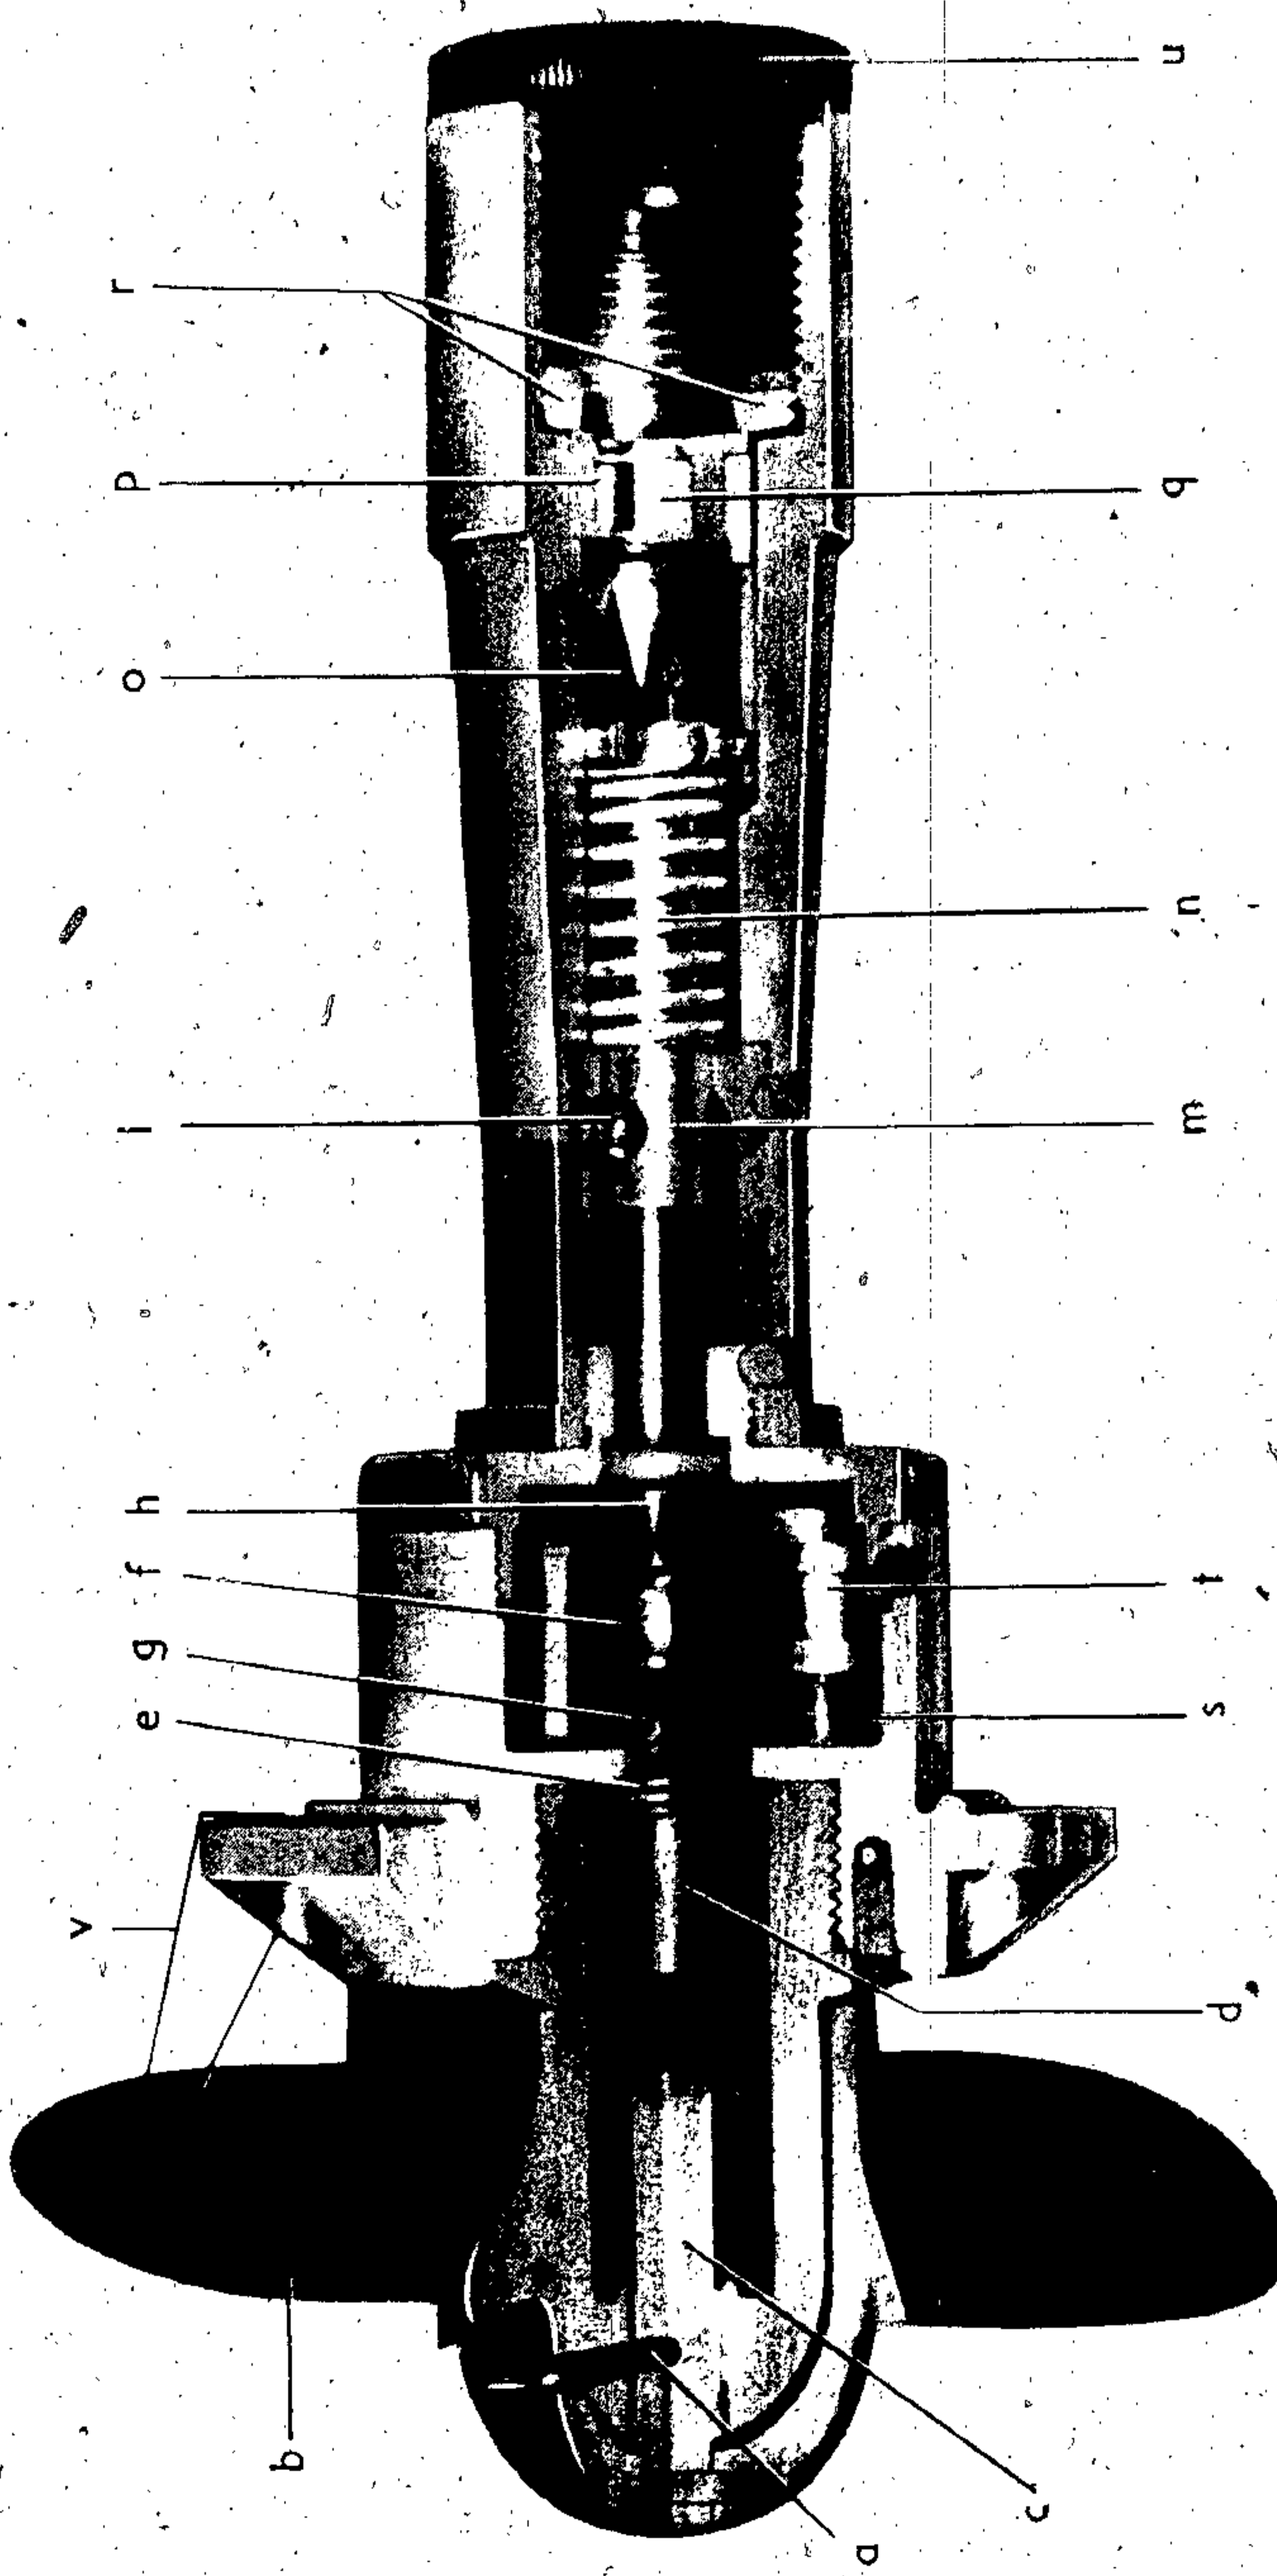
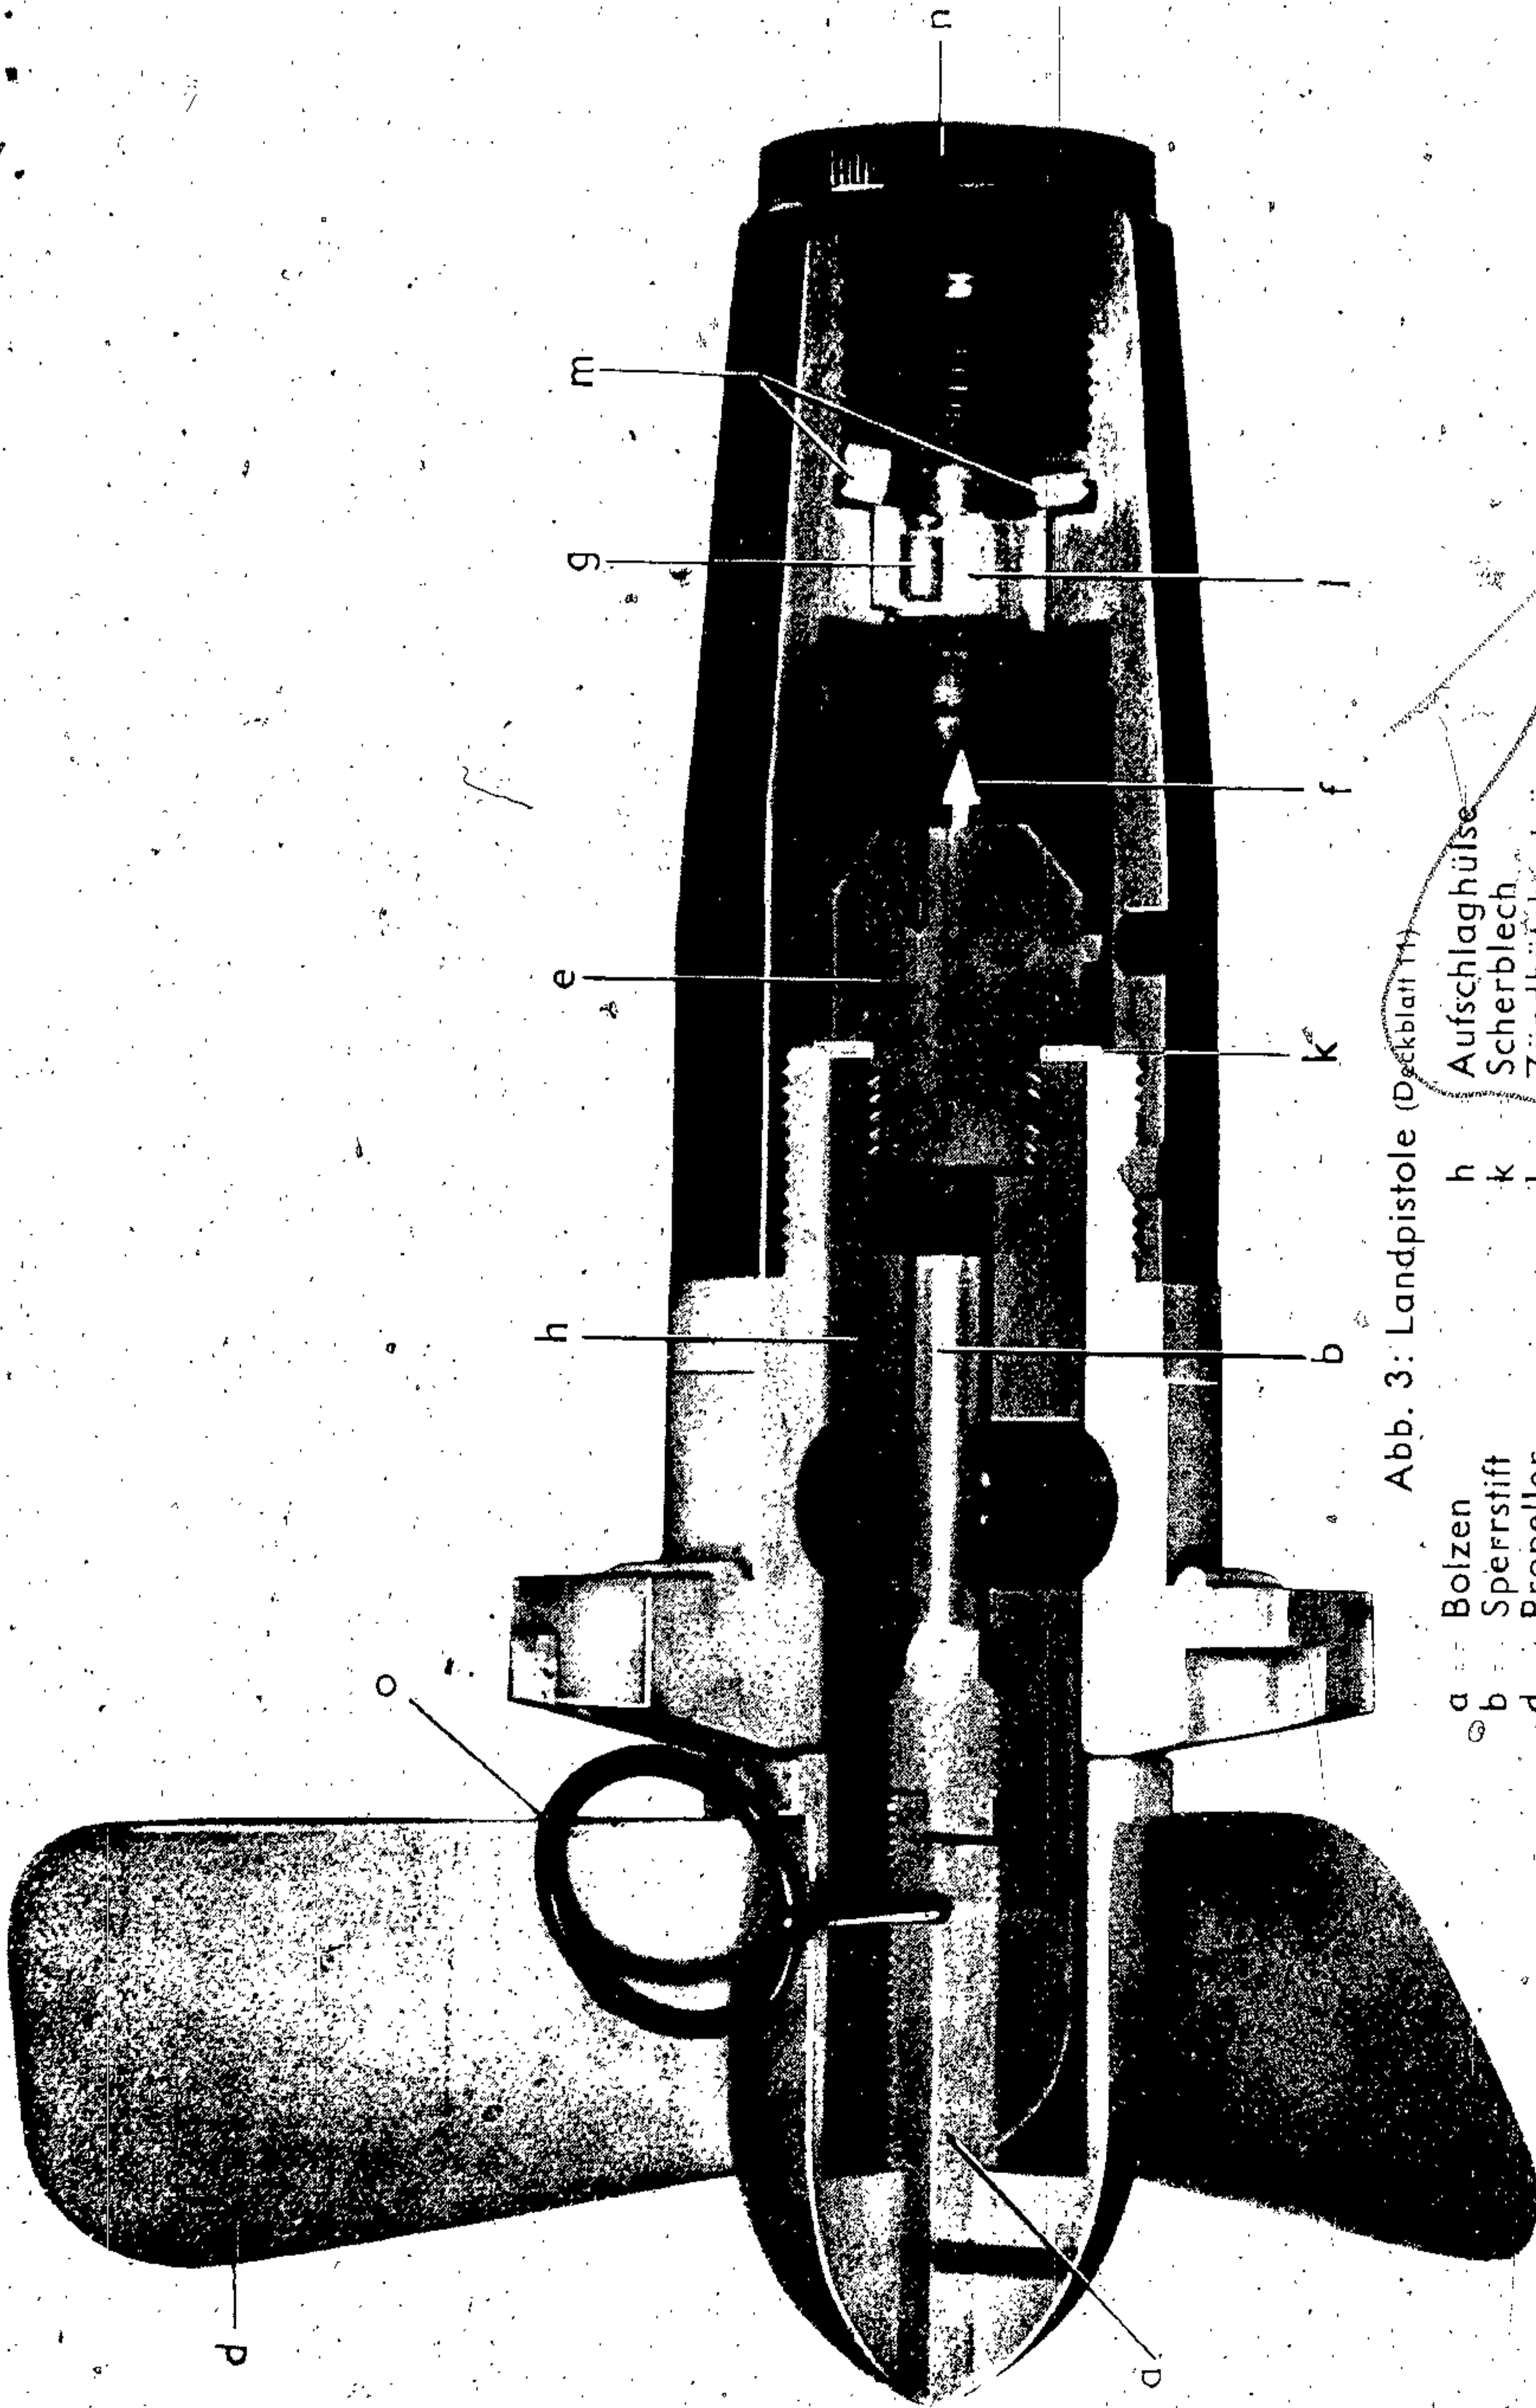
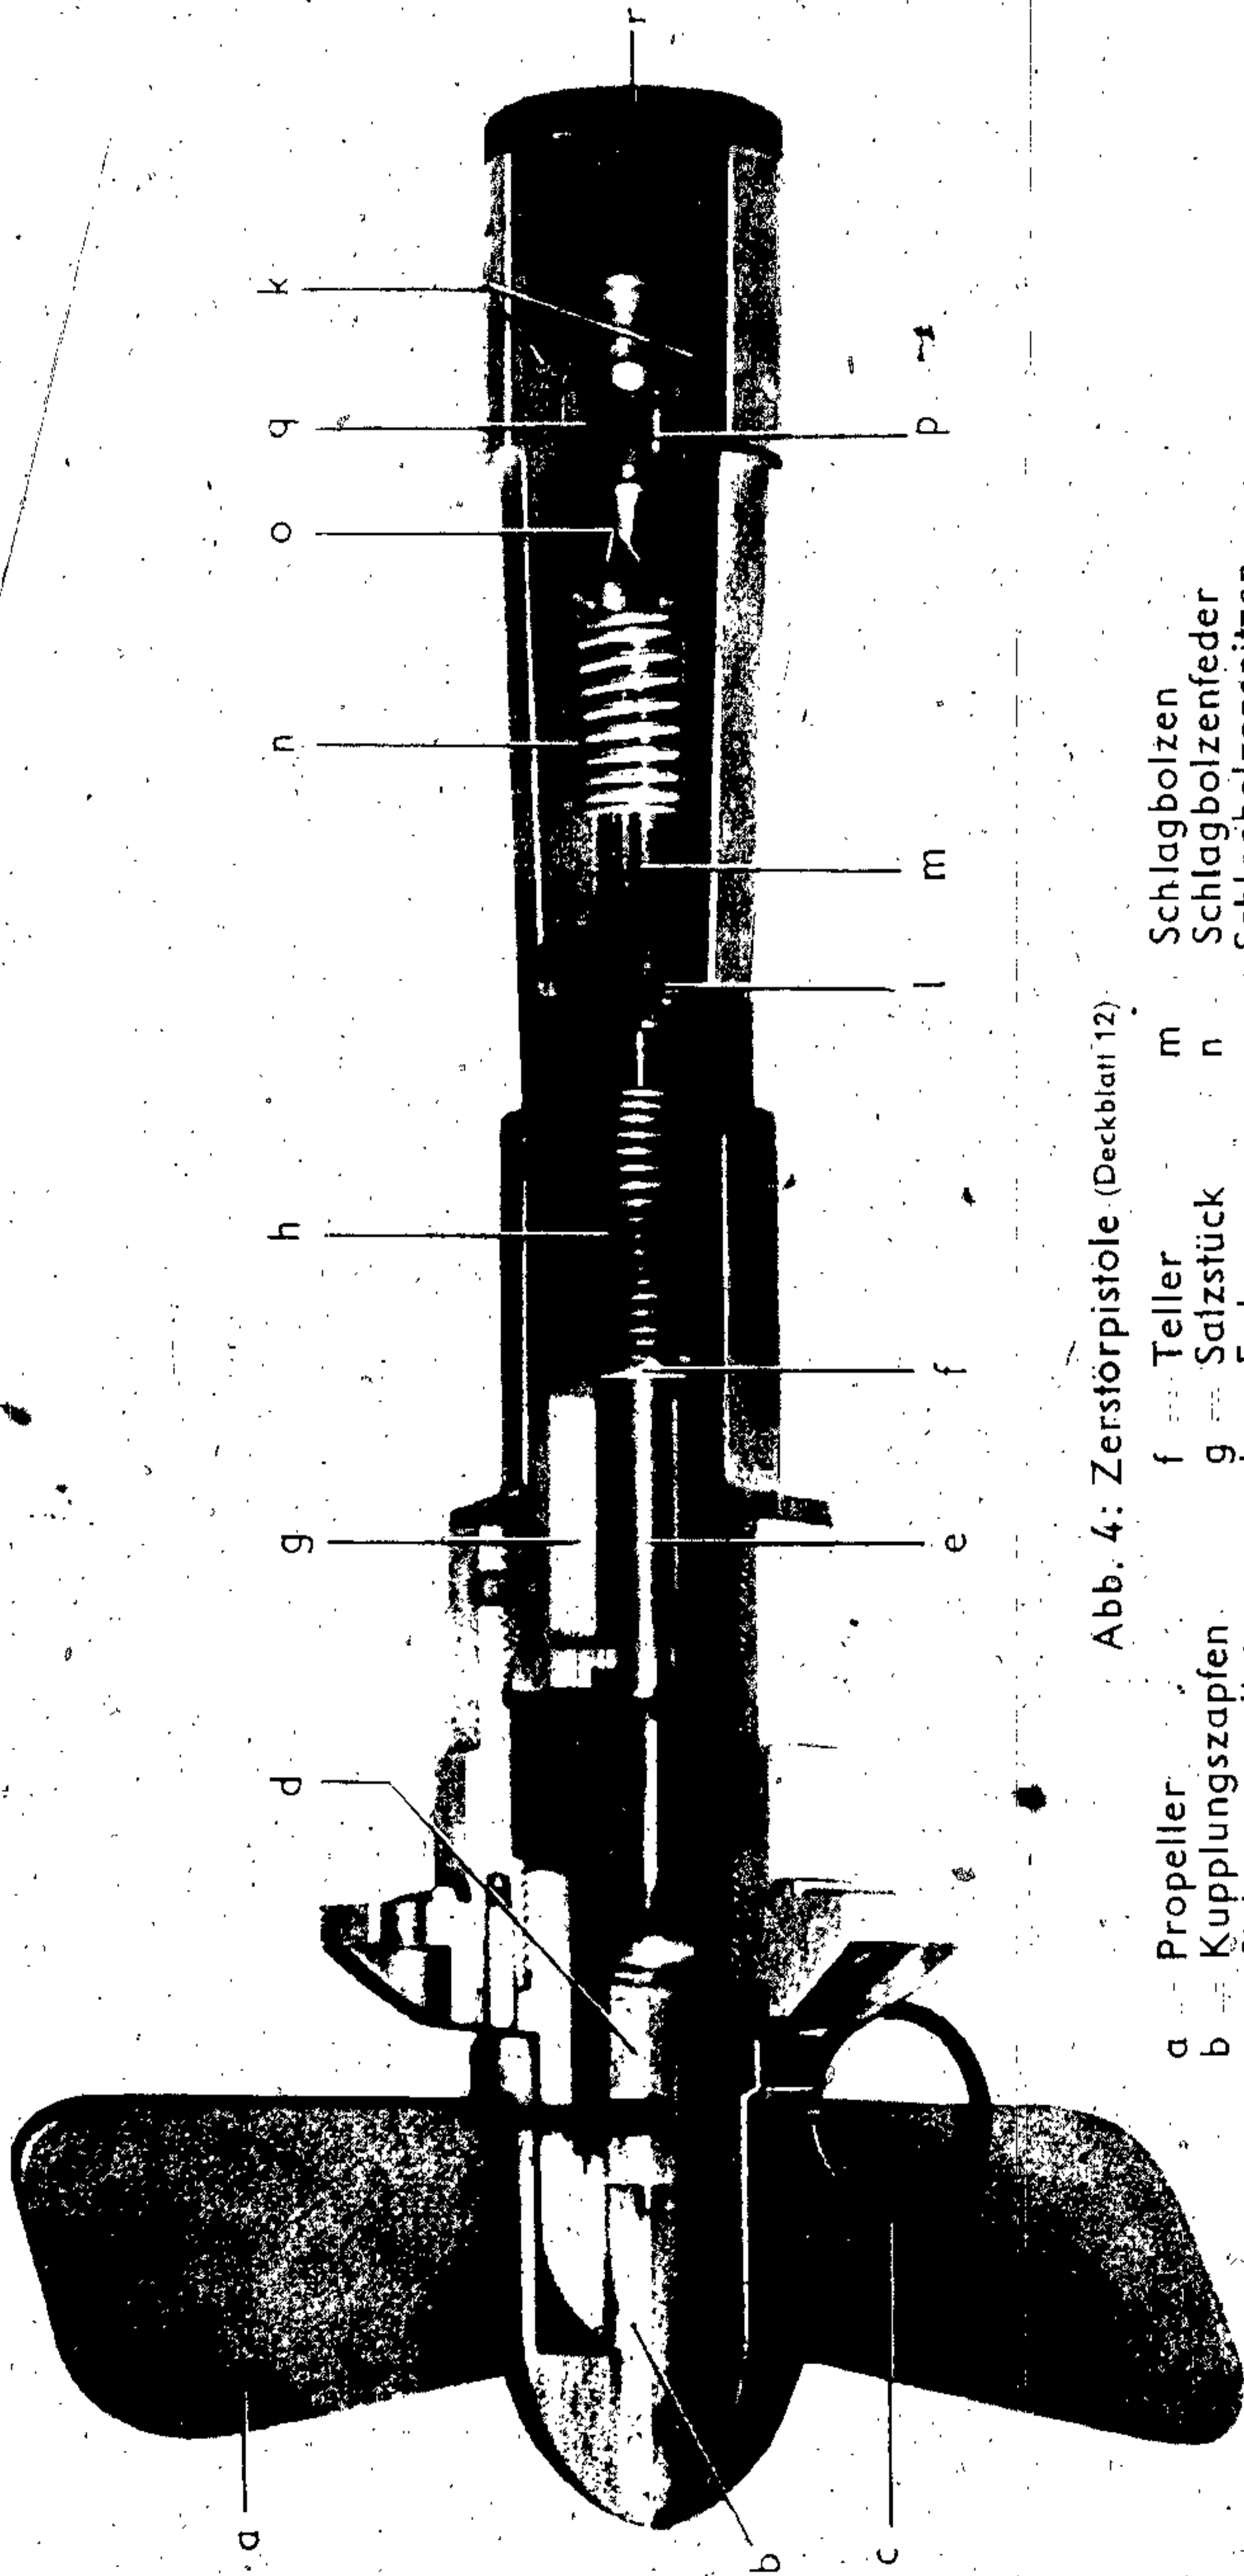

Abb. 2: Seepistole (Deckblatt 10)
Abb. 3: Landpistole (Deckblatt 11)
Abb. 4: Zerstörpistole (Deckblatt 12)
B. Seepistole (Abb. 2)
C. Landpistole (Abb. 3)
D. Zerstörpistole (Abb. 4)
9) zu Abb. 1 — 10) zu Abb. 2 — 11) zu Abb. 3 — 12) zu Abb. 4 —